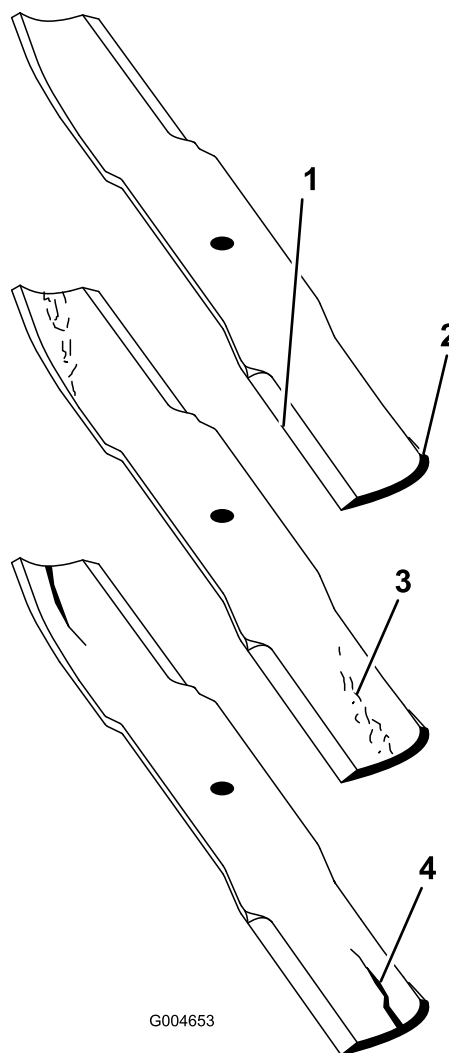

Figura 125
2. Verificate accuratamente i taglienti, con particolare attenzione ai punti d'incontro delle sezioni piatta e curva della lama (Figura 125).
Nota: Sabbia e materiali abrasivi possono consumare il metallo che connette le sezioni piatta e curva della lama, per cui si consiglia di controllare la lama prima di usare il tosaerba. Se riscontrate segni di usura (Figura 125), sostituite la lama.